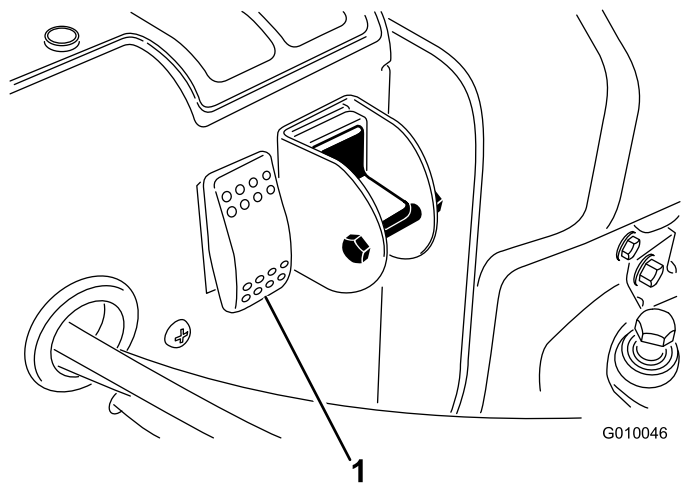

Рисунок 30
2. Нажмите переключатель сброса системы (Рисунок 30).